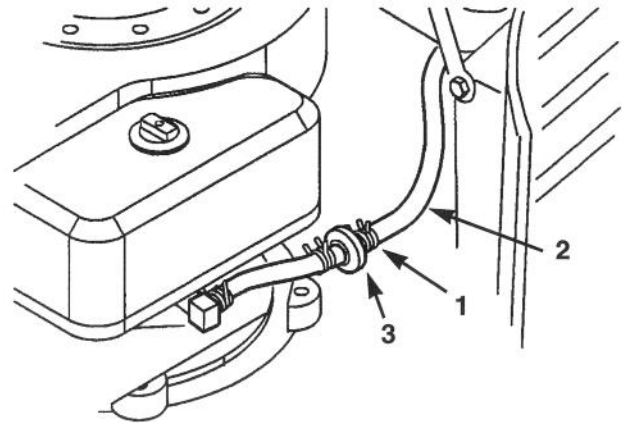

Figure 25
3. Pincer les extrémités du collier de serrage et les faire coulisser le long du flexible d'alimentation vers le réservoir (Fig. 25).
4. Retirer le flexible d'alimentation du filtre (Fig. 25) et laisser l'essence s'écouler dans un récipient.